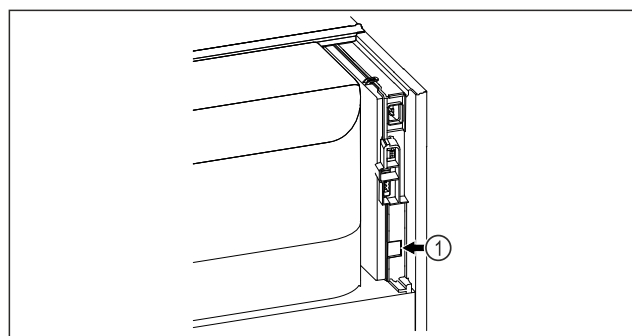

Fig. 95
- ☐ SmartModule Fig. 95 (1) ist eingesetzt.